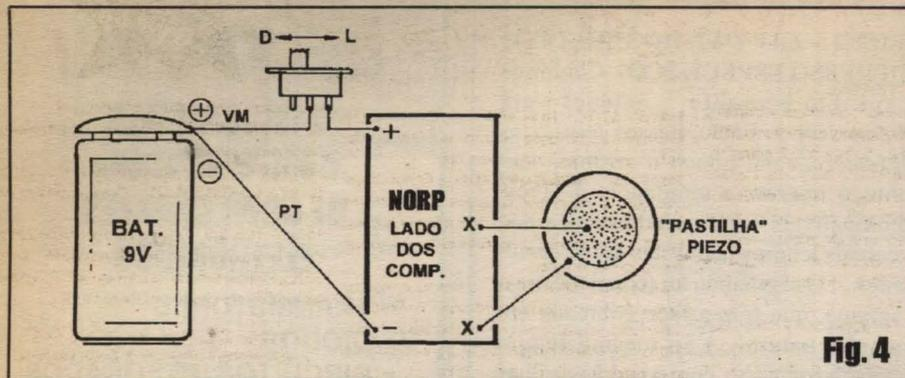

Fig. 4
- FIG. 4 - CONEXÕES EXTERNAS À PLACA - Ainda visto pelo lado dos componentes (só que agora com as peças já soldadas *sobre* a placa, momentaneamente *invisibilizadas*...), o impresso traz - agora - as conexões externas (poucas e simples), com os necessários detalhes... As ligações da alimentação são feitas aos pontos (+) e (-), respectivamente com os cabinhos **vermelho (positivo)** e **preto (negativo)** vindos do *clip* da bateria... Notar que o interruptor geral (uma chavinha H-H *micro*, de preferência...) deve ser intercalado no cabinho do **positivo (vermelho)**... Os pontos X-X devem ser ligados aos terminais do transdutor piezo, através de pedacinhos de cabinho isolado flexível... Observar que os tais *terminais* da cápsula piezo - se for do tipo *pastilha/ moeda* sugerida na **LISTA DE PEÇAS**, correspondem à área circundante - geralmente de metal amarelo, feito ouro - e à área central - quase sempre em metal mais claro, como prata... Basta soldar,